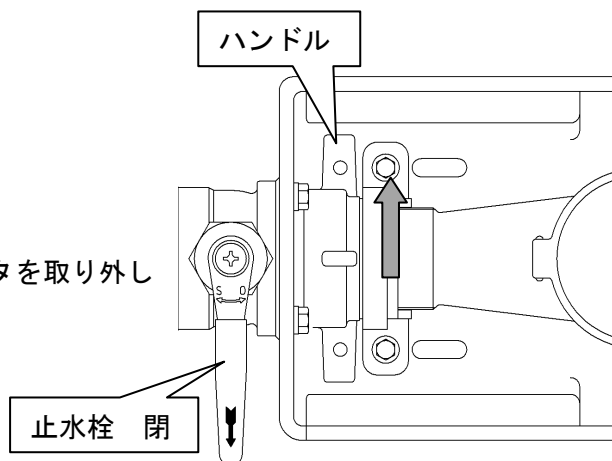

図5
- ① 1次側のボール止水栓を閉じてください。
- ② ハンドルを矢印に示す0方向へ回し、メータを取り外してください。(図5)